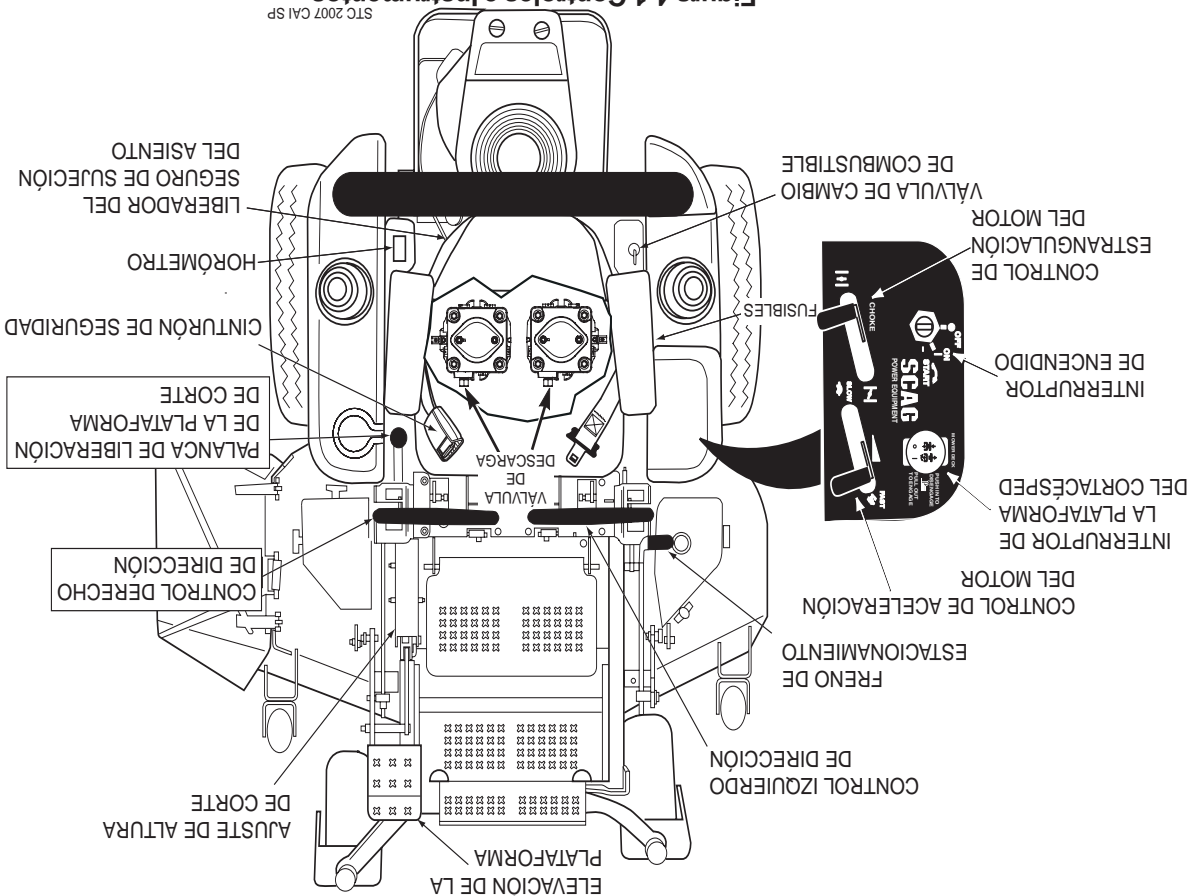

Figura 4-1 Controles e Instrumentos
5. **Horómetro (Figura 4-1).** Indica el número de horas que ha operado el motor. Opera cuando el interruptor de la llave de encendido está en la posición ON. Ha fijado los recordatorios para el mantenimiento del motor y los cambios de aceite del sistema hidráulico. El mantenimiento programado empezará a destellar 2 horas antes de la hora establecida y continuará destellando hasta 2 horas después. Reinicia automáticamente.
6. **Portafusibles (Figura 4-1).** Dos fusibles de 20 Amp protegen el sistema eléctrico del cortacésped. Para reemplazar los fusibles, retire el fusible del zócalo e instale uno nuevo.
7. **Control izquierdo de dirección (Figura 4-1).** Usado para controlar la rueda izquierda del cortacésped al avanzar hacia adelante o en reversa.
8. **Control derecho de dirección (Figura 4-1).** Usado para controlar la rueda derecha del cortacésped al avanzar hacia adelante o en reversa.
9. **Control del freno de estacionamiento (Figura 4-1).** Usado para accionar y desconectar los frenos de estacionamiento. Tire de la palanca para accionar los frenos de estacionamiento. Presione la palanca para desconectar los frenos de estacionamiento.
10. **Válvula de cambio de combustible (Figura 4-1).** Ubicada en el lado izquierdo de la máquina. Usada para cortar el suministro de combustible al motor y cambiar la alimentación de combustible entre tanques. Gire la válvula en contra del sentido de las agujas del reloj para suministrar combustible solamente del tanque del lado izquierdo. Gire la válvula en el sentido de las agujas del reloj para suministrar combustible solamente del tanque del lado derecho.
12. **Palanca de pie de elevación de plataforma (Figura 4-1).** Usada para levantar y bajar la plataforma de corte.
13. **Ajuste de la altura de corte (Figura 4-1).** Usado para poner la plataforma de corte en la altura de corte deseada.
14. **Palanca de liberación de la plataforma de corte (Figura 4-1).** Usada para trabar la plataforma de corte en la posición de transporte. Para corte normal, empuje el pedal hacia adelante y tire de la palanca de desenganche de modo de soltar la plataforma de corte.
15. **Cinturón de seguridad (Figura 4-1).** Usado para asegurar al operador. El cinturón de seguridad debe usarse solo cuando la barra contra vuelco esté en posición vertical y bloqueada.
16. **Librador del seguro de sujeción del asiento (Figura 4-1).** Ubicado detrás del asiento. Usado para asegurar el asiento en la posición de operación.
1. **Interruptor de encendido (Figura 4-1).** Usado para arrancar el motor; tiene tres posiciones: OFF, ON y START.
2. **Interruptor de la plataforma del cortacésped (Figura 4-1).** Usado para accionar y desconectar el sistema de transmisión del cortacésped. Tire del interruptor para accionar la transmisión de plataforma. Presione el interruptor para desconectar la transmisión de plataforma.
3. **Control de estrangulación del motor (Figura 4-1).** Usado para arrancar un motor frío.
4. **Control de aceleración del motor (Figura 4-1).** Usado para controlar la velocidad de motor. Presionando la palanca hacia abajo aumenta la velocidad del motor. Tirando de la palanca hacia atrás disminuye la velocidad del motor. La posición completamente hacia atrás es la posición de **MARCHA EN VACÍO**. La posición de corte es la de más adelante.